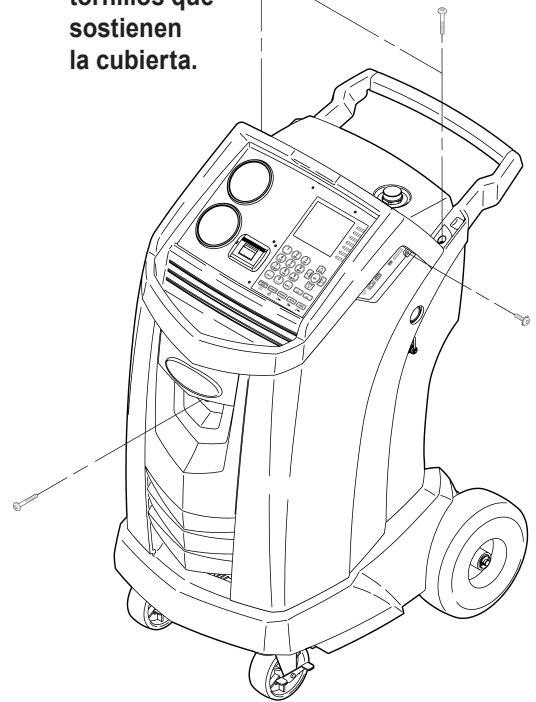

Figura 12
2. Retire la botella de aceite y retire los cuatro tornillos que sujetan la cubierta. Vea la Figura 12. Cuelgue la cubierta en la parte posterior de la máquina.